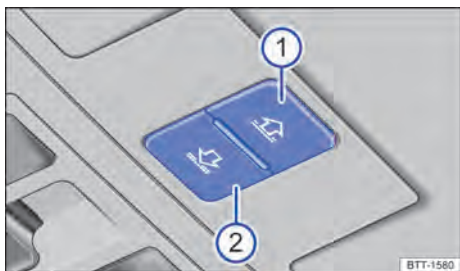

Fig. 83 En el revestimiento interno del techo: teclas para operar la cortina de protección solar.
Las teclas → **fig. 83** ① y ② tienen dos niveles. Al presionar las teclas hasta el primer nivel, puede abrir o cerrar la cortina de protección solar total o parcialmente.
- Antes de que pasen cerca de 5 segundos desde la activación de la función antiaprisionamiento, presionar la tecla → **fig. 83** ② hasta que la cortinilla se cierre por completo.